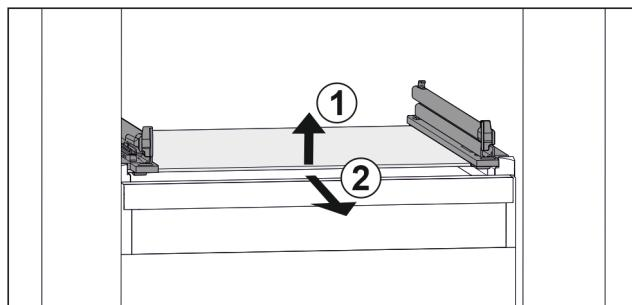

Fig. 39 Приблизне відображення скляної пластини
- Підняти скляну пластину спереду. Fig. 39 (1)
- Вийняти скляну пластину рухом вперед. Fig. 39 (2)